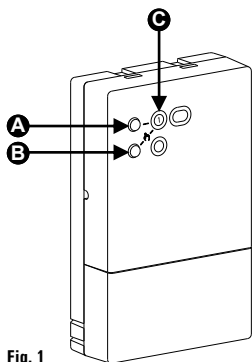

Fig. 1
LED (C in fig. 1)
ZELFLERENDE FUNCTIE (A in Fig. 1)
MANUELE BEDIENING (E in Fig. 1)
- Druk op de 'Test'-knop **A** (Fig. 1) gedurende 1 sec. om de zelflerende functie te activeren: Het LED op ontvanger knippert geel.
Om het systeem te testen, is het mogelijk om de relaisuitgang te forceren door op de knop 'B' te drukken (Fig. 1). Door herhaaldelijk op deze knop te drukken doorloopt men de volgende statussen: